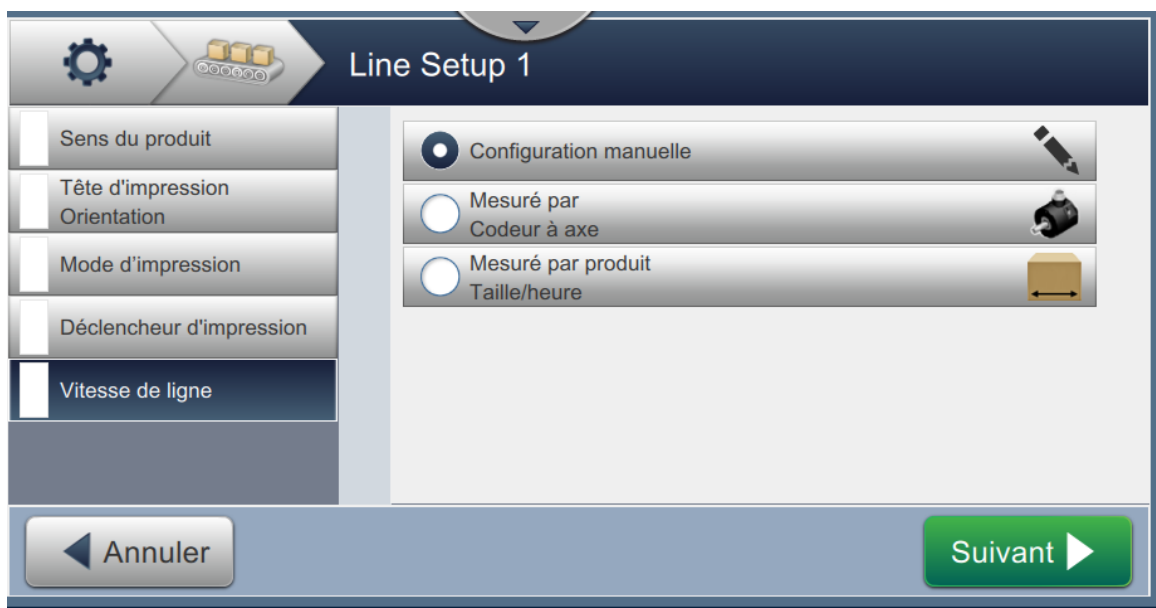

Figure 6-33 : Configuration de ligne - Vitesse de ligne
1. Appuyez sur la *vitesse de ligne* dans l'écran Paramètres de configuration de ligne, puis sélectionnez la vitesse de ligne souhaitée, comme illustré dans Figure 6-33. Appuyez sur le bouton  pour définir la vitesse de ligne.
1. Sélectionnez l'option *Configuration manuelle* comme illustré dans la Figure 6-33. Appuyez sur le bouton  pour entrer les paramètres requis.
1. Sélectionnez l'option *Mesuré par Codeur à axe* comme illustré dans la Figure 6-33. Appuyez sur le bouton  pour entrer les paramètres requis.
1. Appuyez sur l'option *Mesuré par produit Taille/heure* comme illustré dans la Figure 6-33. Appuyez sur le bouton  pour entrer les paramètres requis.